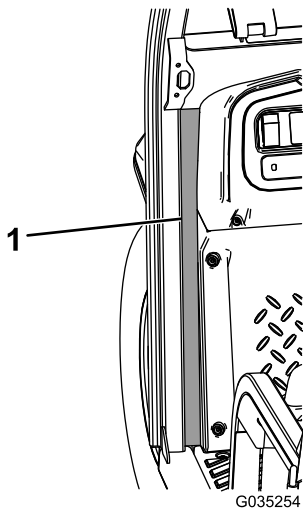

Figura 15
11. Retire a proteção do adesivo dos vedantes de espuma frontais direito, frontal e esquerdo e fixe-os na máquina (Figura 15).